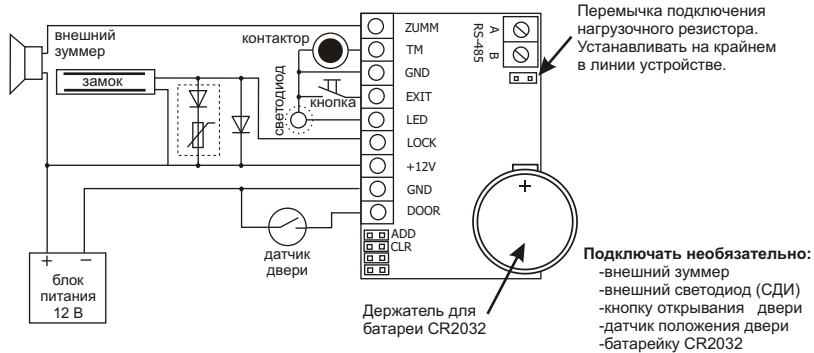

Рис.2 Схема подключения внешних устройств
После этого время срабатывания (открывания) электромагнитного замка может возрасти на 1-3 секунды по сравнению с работающей схемой гашения тока. Если такое увеличение времени неприемлемо, то рекомендуется последовательно с диодом установить варистор на напряжение до 14 вольт и рассеиваемой энергией от 0,7 Дж (рекомендуется V8ZA2P) (см. рис.2).
- В случае, если замок электромеханический, установите защитный диод (см. рис.2) и перемычку - в положение 1 (см. рис.6).